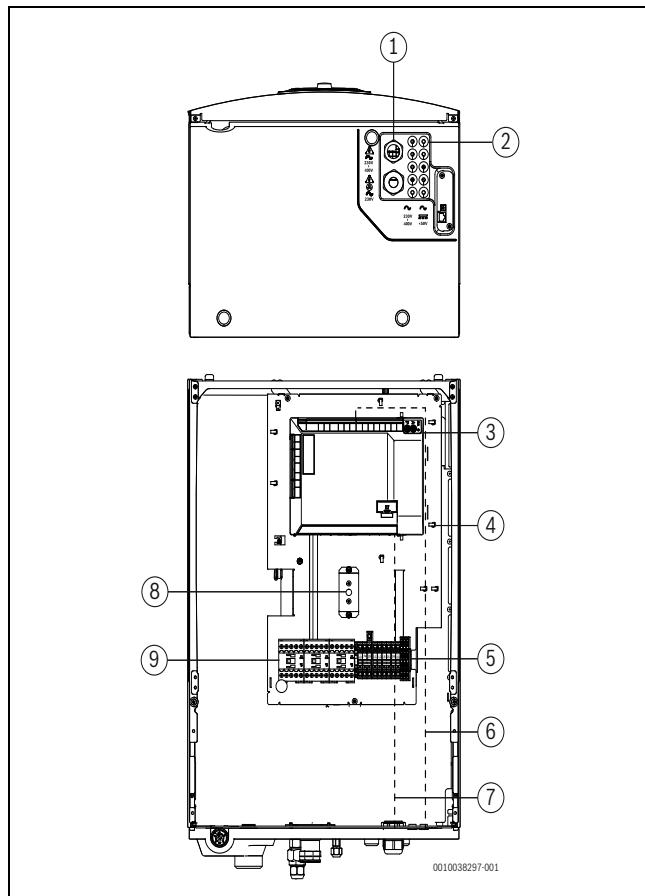

Bild 10 Kabdurchführungen (Ansicht von unten und vorn)
- Führen Sie die CAN-BUS-Fühler und anderen Signalleitungen durch die entsprechenden Kabelzuführungen, gekennzeichnet mit <50 V. Führen Sie die Kabel bis zur Vorderseite des Geräts durch und schließen Sie sie an, siehe Abb. 10.